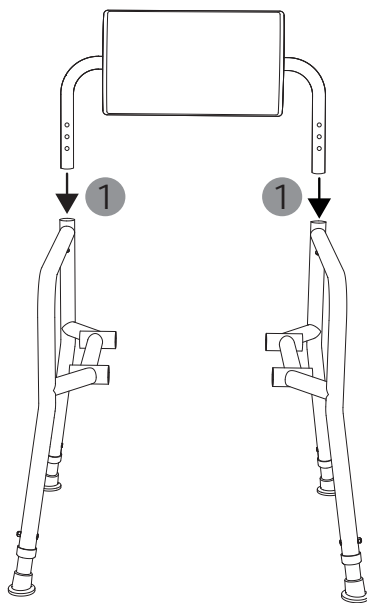

fig. 4
3. Først skal ryglænet stikkes ind i sidedelene (1, fig. 4). Vær opmærksom på indstillingen af de enkelte dele under monteringen. Rørholderen på sidedelene peger indad. Ryglænet sættes ind i sidedelene med polstringen, der vender fremad.